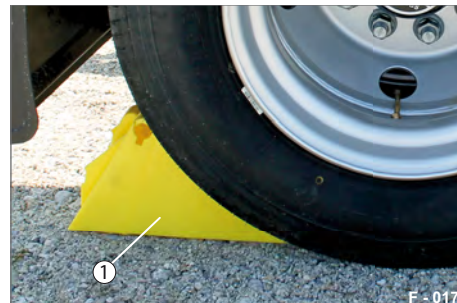

Abb. 42 Unterlegkeile untergelegt
- ▶ Legen Sie die Unterlegkeile (Abb. 42/1) unter das Rad vollflächig unter.